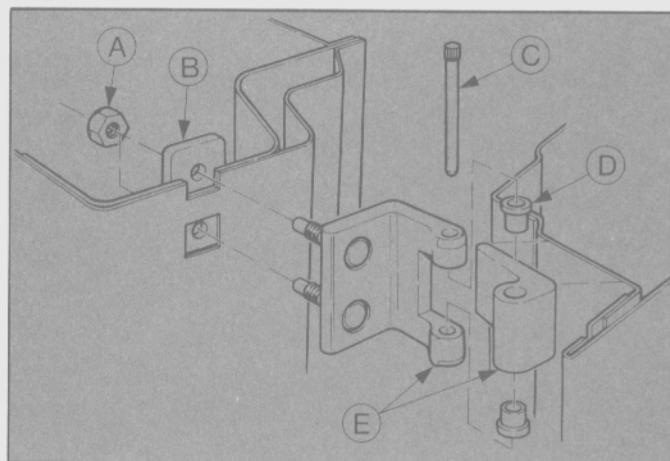

Fig. 336 - Conjunto de bisagra de puerta.
- Retirar las dos tuercas y la placa de retención de la bisagra inferior (Fig. 336). Sujetar la puerta y retirar las dos tuercas y la placa de retención de la bisagra superior. Extraer la puerta.